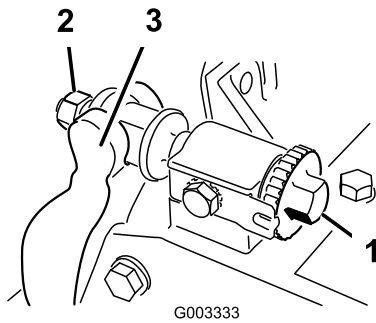

Figure 56
1. Tournez la vis de réglage de la barre d'appui dans le sens anti-horaire pour éloigner la contre-lame du cylindre (Figure 56).